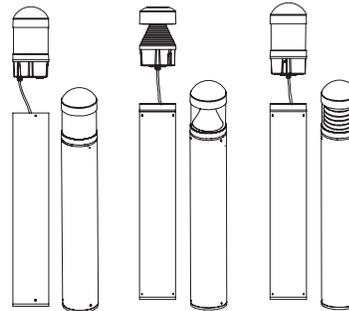

Figure 3
3. Using the hex wrench, loosen the 3 screws on the side of the head, and open the top head. Fig. 3
3. A l'aide de la clé hexagonale, desserrez les 3 vis sur le côté de la tête, et ouvrez la tête supérieure. Fig. 3